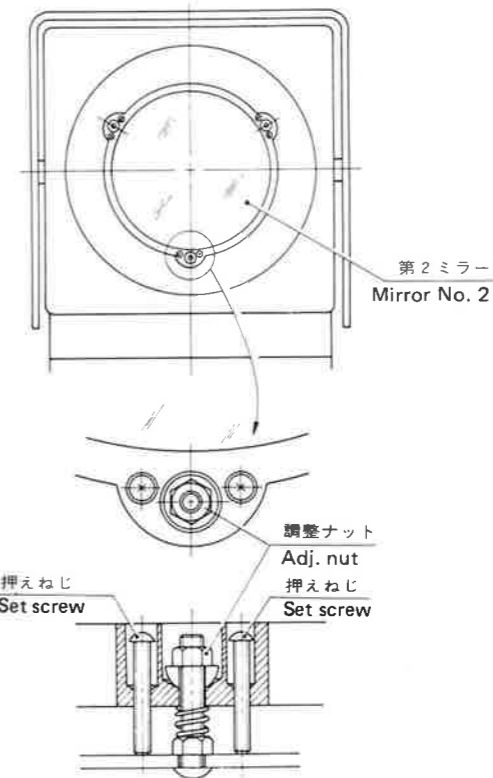

Fig. 18
3) 倍率の調整(Fig 18)
- ① スクリーンはずします。
- ② 押えねじをゆるめてから調整ナットを回してミラー位置を調整します。
- ③ 調整と測定を交互に行い、許容値に収まった状態で、押えねじを締めてミラーを固定します。(調整ナットによる調整では多少(+)に合わせておきます。)
- ④ 最後に倍率精度を確認します。
3) Adjustment of magnification (Fig. 18)
- ① Remove the screen by unlocking the clamp lever.